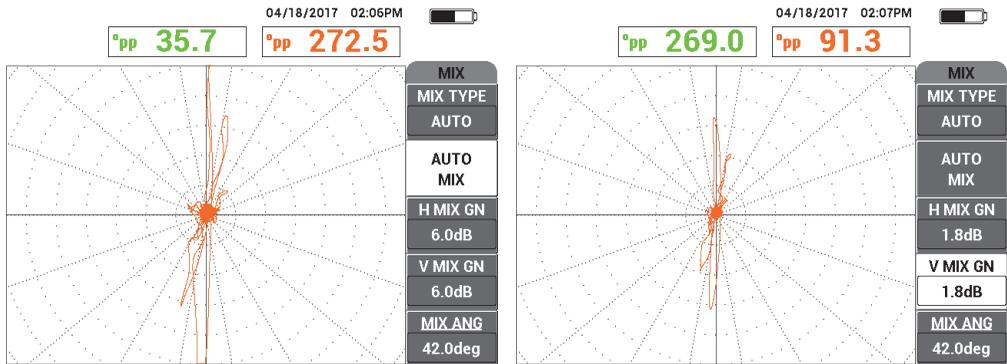

Figura 5-205 Señal después de aplicar la función AUTO MIX (izquierda), y con el ajuste de ganancia/ángulo (derecha)
9. Pulse la tecla FREEZE (❄) y seleccione el parámetro **MIX ANG** (ángulo combinado) [tecla de función E]. Después, gire la rueda de ajuste hasta que la señal transversal más grande esté vertical (vea la Figura 5-205 en la página 297).